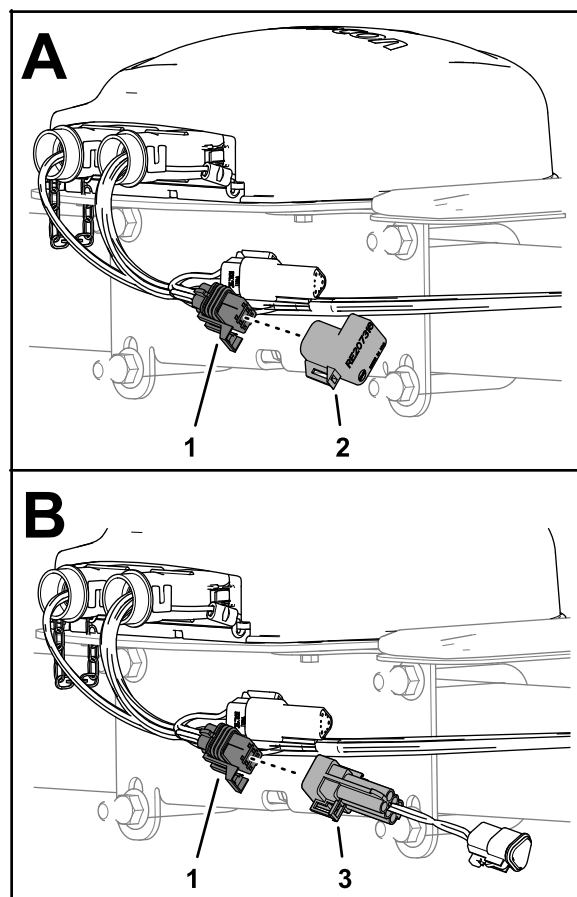

Figura 177
1. En el receptor de satélite, retire la terminación del Bus ISO del conector hembra de 6 vías del arnés GeoLink (Figura 177).
2. Enchufe el conector de 6 pines del arnés adaptador – 13 cm (5") – en el conector hembra de 6 vías del arnés GeoLink (Figura 177).